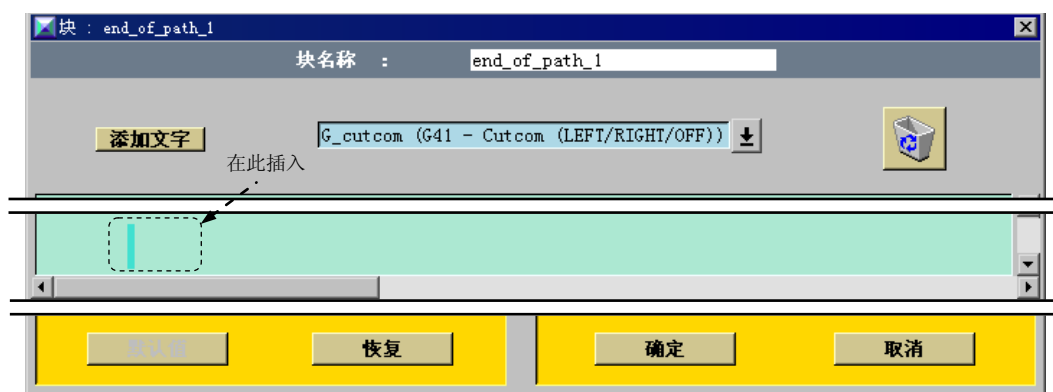

图 9.3.18 “块: end_of_path_1”对话框
(1) 选择命令。在图 9.3.17 所示的“操作结束序列”节点（一）对话框中单击 **添加块** 按钮不放，此时显示出新添加的 **新块**，然后将其拖动到 **刀轨结束** 后面，此时系统弹出图 9.3.18 所示的“块：end_of_path_1”对话框。
(2) 添加 M09 辅助功能。在图 9.3.18 所示的“块: end_of_path_1”对话框中单击 按钮，在下拉列表中选择 **More** → **_coolant** → **M09-Coolant Off** 命令，然后单击 **添加文字** 按钮不放，此时会显示出新添加的 M09 辅助功能，然后将其拖动到图 9.3.18 所示的插入点的位置。
(3) 在图 9.3.18 所示的“块: end_of_path_1”对话框中单击 **确定** 按钮，完成刀轨结束分支处添加块 1 的创建，结果如图 9.3.19 所示。